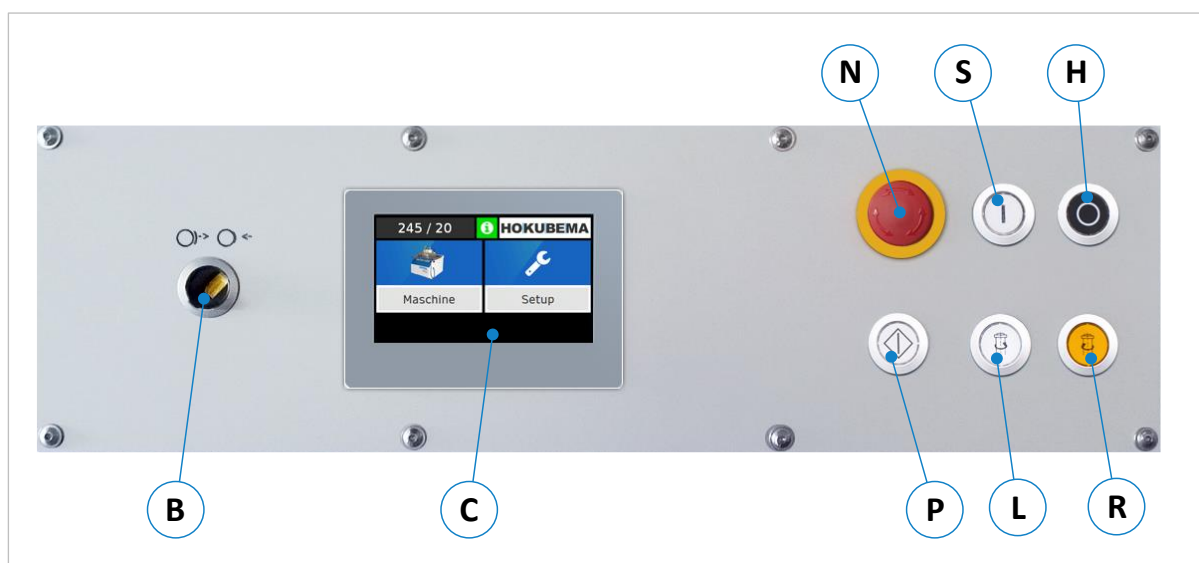

Abbildung 12: Bedienpanel
- Bei laufender Spindel zunächst den Druckschalter  drücken (siehe ⇒ Abbildung 12), um die Spindel auszuschalten. Dann ca. 15 Sekunden warten → Die Motorbremse öffnet sich automatisch.
3. Dann den Bremslüftscharter **(B)** nach links auf „**Bremse lüften**“ drehen (siehe ⇒ Abbildung 12).